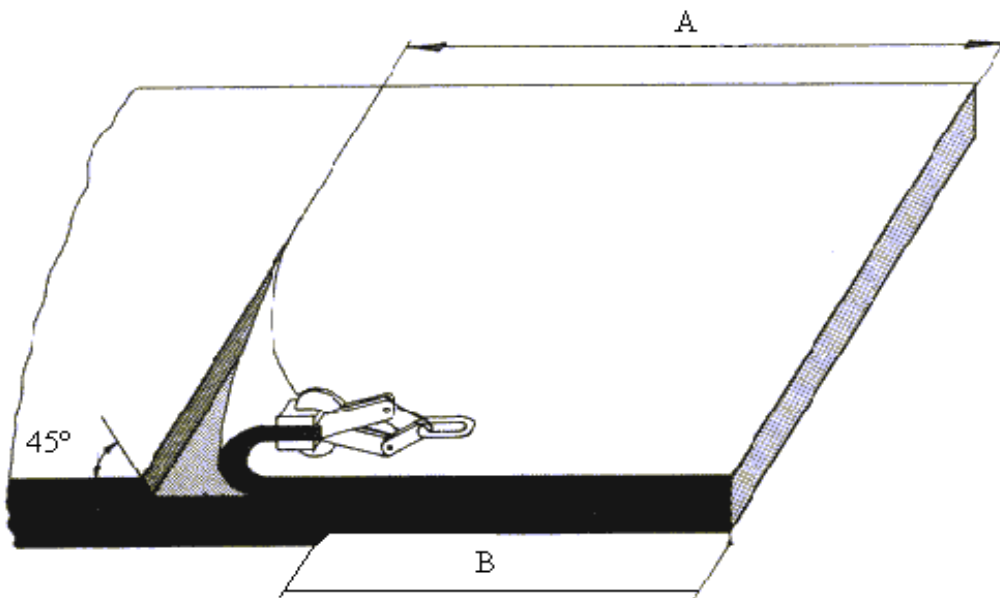

Figura 2: Retirada de las Coberturas (incluyendo cables transversales)
- Retire la Cobertura superior (incluyendo los cables transversales) en una longitud A (ver tabla 1 y figura 2).
- Retire la Cobertura inferior (incluyendo los cables transversales, si corresponde) sobre una longitud B (ver tabla 1 y figura 2).